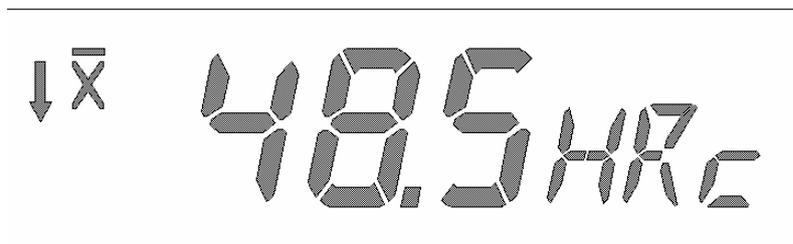

Рис. 3. Пример отображаемой на индикаторе информации
6.1.1. Включить прибор нажатием кнопки «Вкл», при этом на индикаторе прибора должна появиться информация в соответствии с рис. 3.
При этом на индикаторе появятся 0, наименование вновь запрограммированной шкалы и символ положения датчика «сверху вниз», см., например, рисунок 3. Прибор готов к работе по вновь запрограммированной шкале.